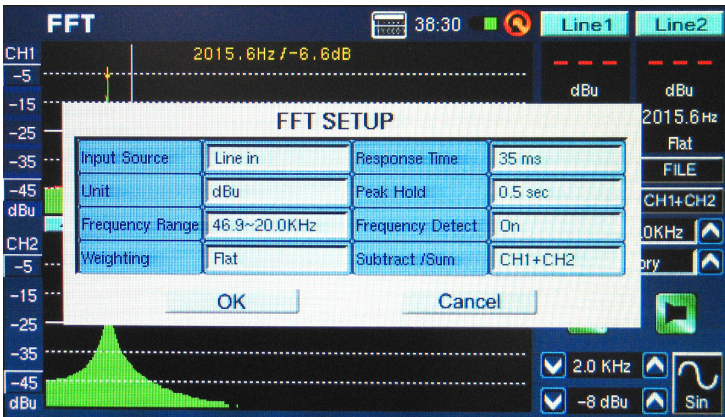

图 33
3. 选择FFT的“Weighting”加权。应用中最常使用的加权为FLAT(无加权)。(图33)
4. 同样设置响应时间，按需求关闭或开启峰值保持和频率检测。(图33)